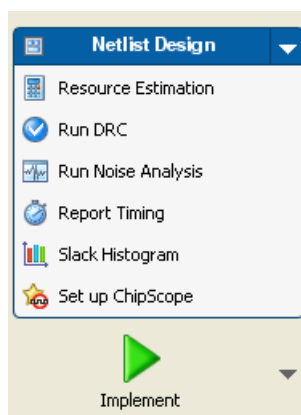

図 12-5： Set up ChipScope ウィザードの起動
2. Flow Navigator で [Set up ChipScope] をクリックするか [Tools] → [Set up ChipScope] をクリックし、Set up ChipScope ウィザードを開きます。図 12-5 は、このウィザードを起動するところを示しています。